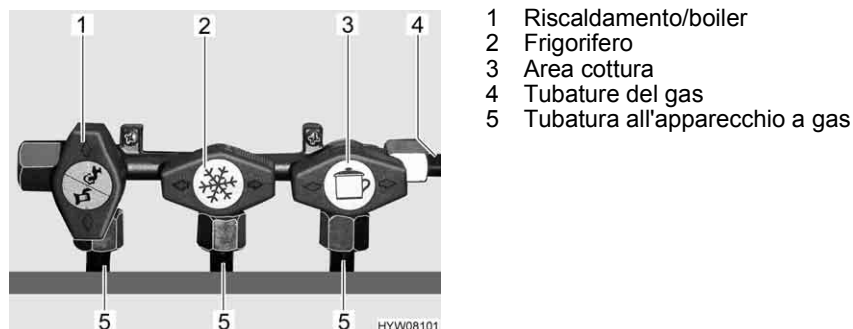

Fig. 69 Simboli dei rubinetti di arresto del gas
Nel veicolo, tutti gli apparecchi del gas sono dotati di un rubinetto di arresto del gas (Fig. 69).
- Posizionare il rubinetto di arresto del gas dell'apparecchio a gas corrispondente parallelamente (Fig. 69,1) alla tubatura (Fig. 69,5) che alimenta l'apparecchio a gas.
- Posizionare il rubinetto di arresto del gas dell'apparecchio a gas corrispondente trasversalmente (Fig. 69,2 e 3) alla tubatura (Fig. 69,5) che alimenta l'apparecchio a gas.